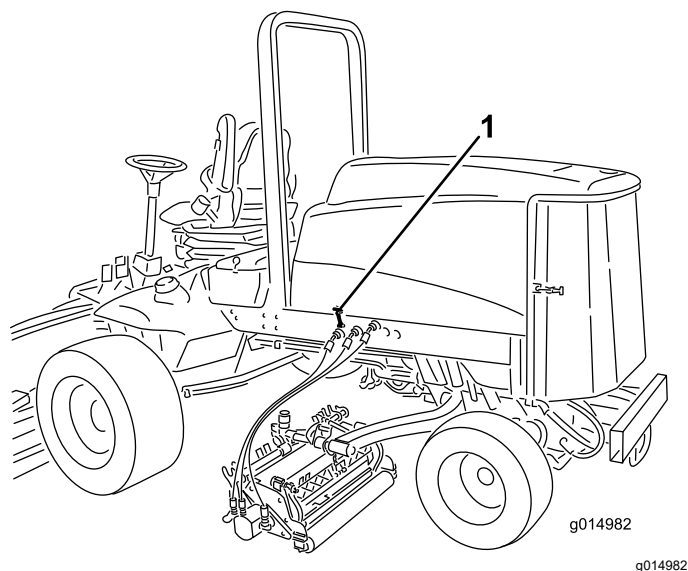

Figura 34
2. Sbloccate i fermi e aprite il cofano del motore (Figura 34).